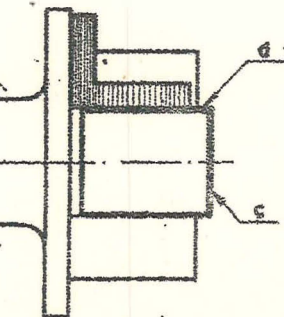

Fig. 3
- b).- Refrentado De Una cara Perpendicular a Otras Dos. (Fig. 3).